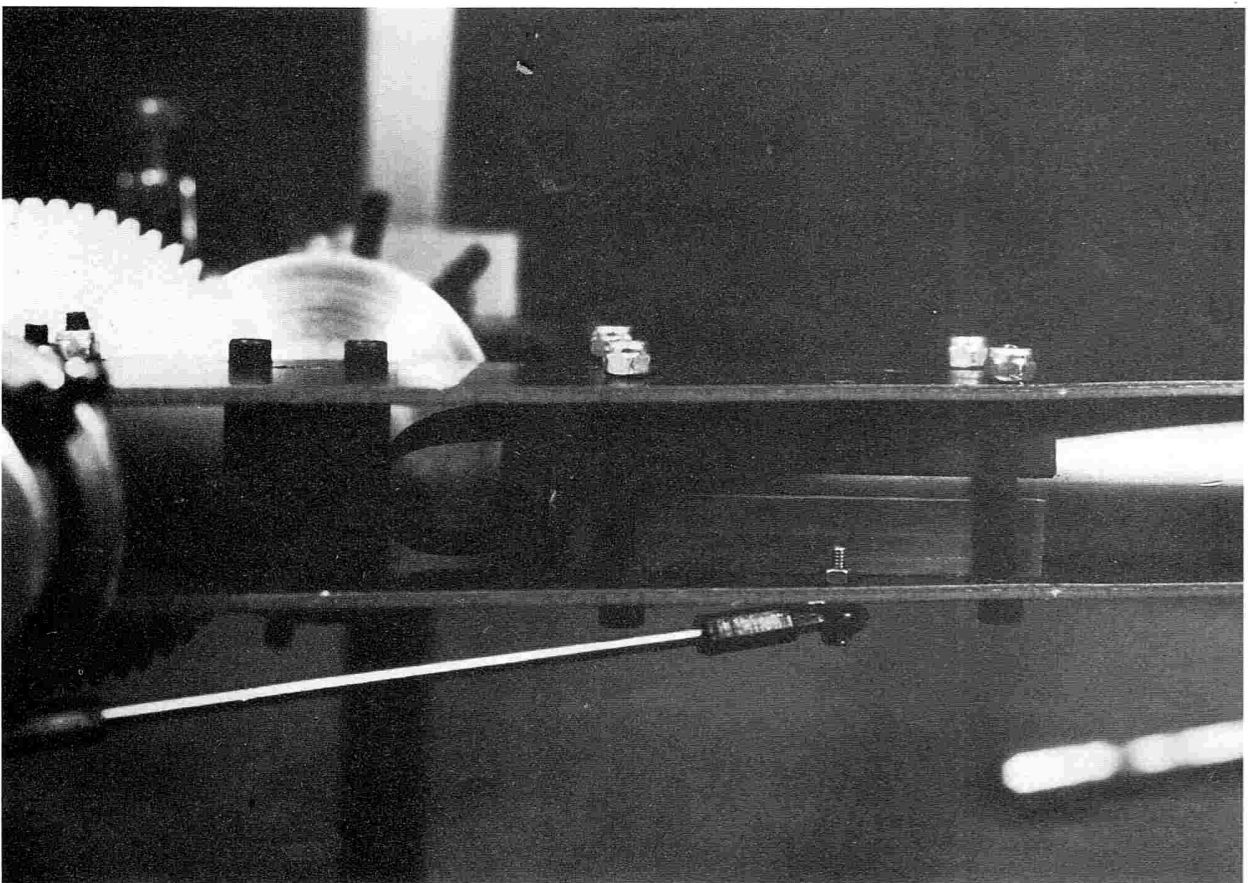

Abb. 6 Montage des Heckauslegers und des Flachriemens
Die 4 Schrauben M 3 x 30 unter Verwendung der U-Scheiben und Muttern durch Chassisseitenteile (109) stecken, danach Heckauslegerrohr zwischen die Seitenteile und Schrauben führen (**Abb. 6**).